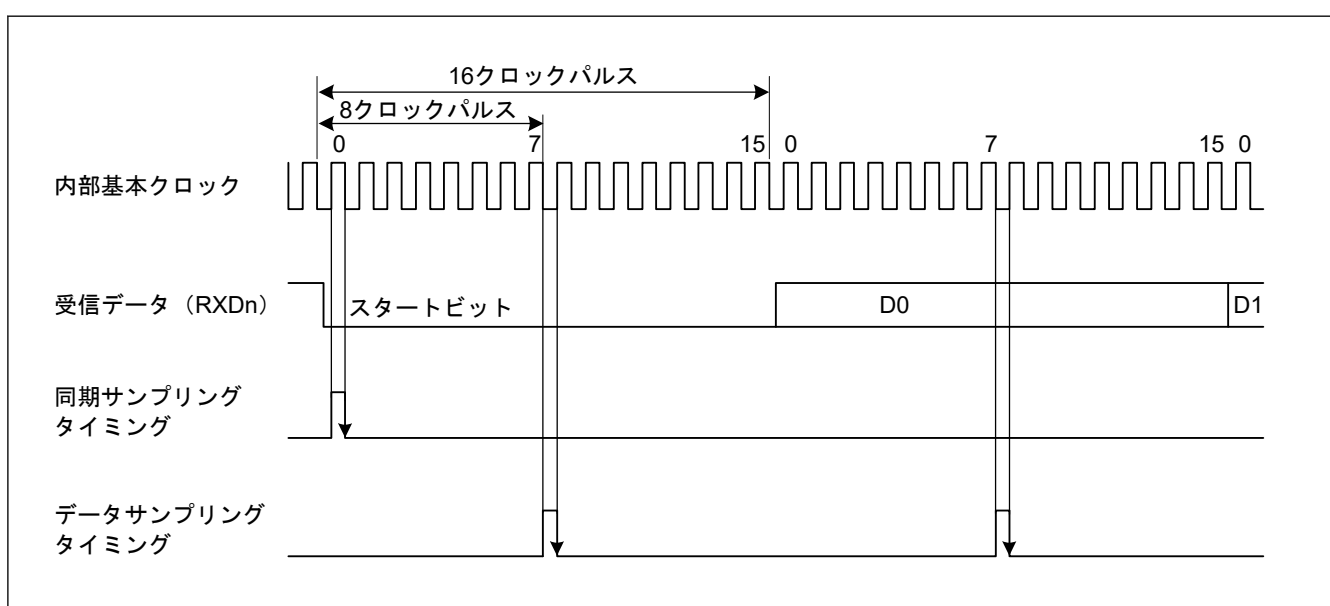

図 30.7 調歩同期式モードでの受信データサンプリングタイミング
また、図 30.7 に示すように、受信データは基本クロックの 8 パルス目^(注1)の立ち上がりエッジでサンプリングされるため、各ビット (サンプリング時間を調整しない場合 (SPTR.ASEN = 0)) の途中でデータが取り込まれます。調歩同期式モードでの受信マージンは以下の式 (1) のように表すことができます。
スタートビットの決定条件は、Low 状態がビットの中間点より後ろまで続くことです。サンプリングタイミングと同様です。図 30.7 では、スタートビットを検出するためには Low 状態が 8 サイクルより長く続く必要があります。Low 状態が 8 サイクルより長く続かなかった場合は、IP はこれをノイズと判断します。したがって IP はスタートビットの受信待機をしません。